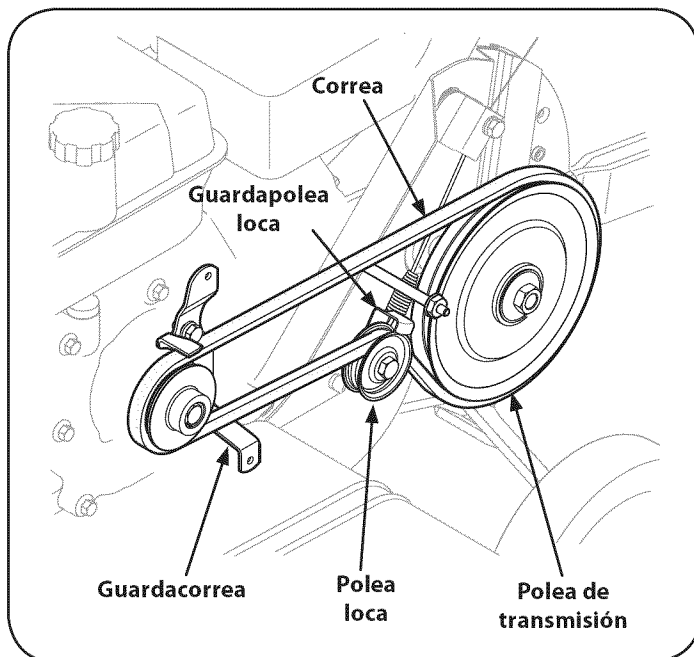

Figura 28
2. Retire el perno de la polea loca y mueva la correa desde debajo del guardacorreas de la polea loca. Vea la Figura 28.
3. Retire el conjunto del guardacorreas de la correa ubicado detrás de la polea del motor extrayendo los dos pernos hexagonales y las arandelas de seguridad. Vea la Figura 28.
4. Extraiga la correa usada de alrededor de la polea de transmisión e instale la nueva correa. Vea la Figura 28.
**NOTA:** Al volver a armar, asegúrese de que el guardacorreas de la polea loca quede tal como se muestra en la Figura 28. Observe la muesca en la parte inferior del guardacorreas y la alineación cuando vuelva a armar con la correa nueva.